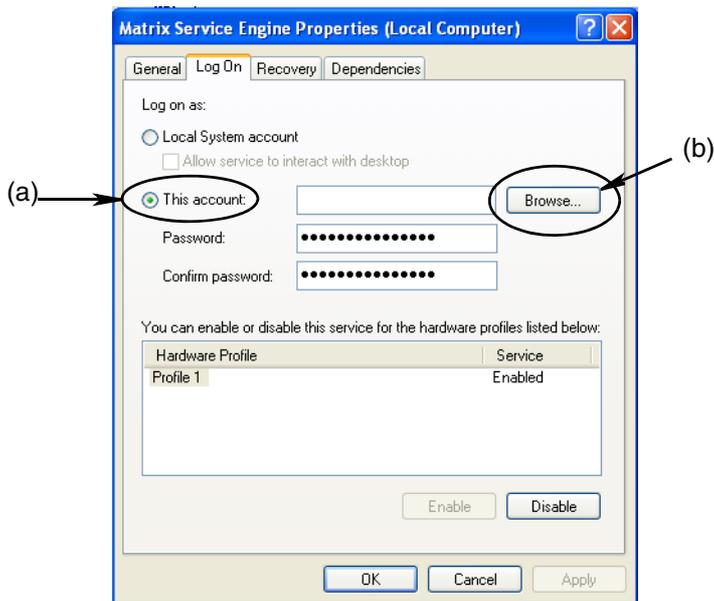

ABB. 58
f. Wählen Sie „Dieses Konto“ (a) (ABB. 58).
g. Klicken Sie auf die Schaltfläche „Durchsuchen“ (b) (ABB. 58).
- Wenn der angegebene Name gefunden wird, wird erneut das Fenster aus ABB. 58 angezeigt. Geben Sie das Passwort für Ihren Computer an. Geben Sie im Feld „Passwort bestätigen“ genau dasselbe Passwort noch einmal ein.